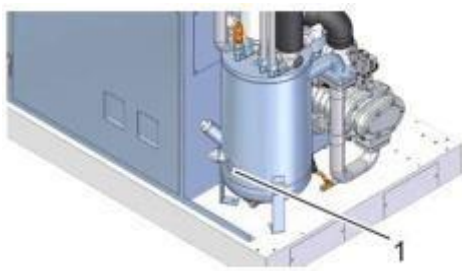

Рис. 33: Смотровое стекло
- ➔ Проверьте уровень масла через смотровое стекло (Рис. 33 поз.1).